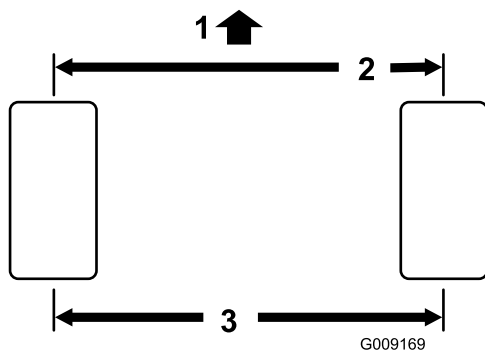

Figure 72
2. Mesurez l'entraxe (à hauteur d'essieu) à l'avant et à l'arrière des roues directrices (Figure 72).